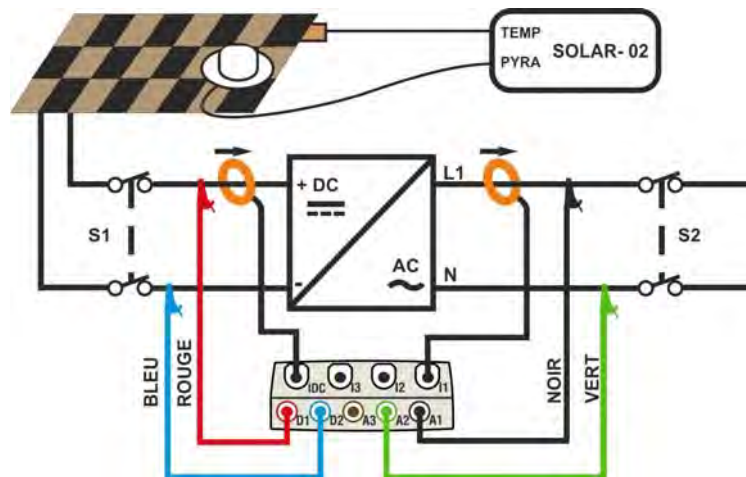

Fig. 160 : Connexion de l'instrument à un système FV-1 avec SOLAR-02
3. Connecter les entrées **D2** et **D1** respectivement aux pôles positif et négatif de sortie de la chaîne. Connecter les entrées A1, A2 aux conducteurs de Phase et Neutre en respectant les couleurs indiquées à la Fig. 160.
4. Connecter la pince de courant DC au conducteur positif de sortie de la chaîne **en respectant la direction de la flèche** se trouvant sur la pince même comme il est indiqué à la Fig. 160. **Contrôler l'état des batteries internes de la pince avant la connexion.**
5. Connecter la pince AC au conducteur de Phase L1 **en respectant la direction de la flèche** se trouvant sur la pince même comme il est indiqué à la Fig. 160. Connecter la sortie de la pince à l'entrée **I1** de l'instrument.